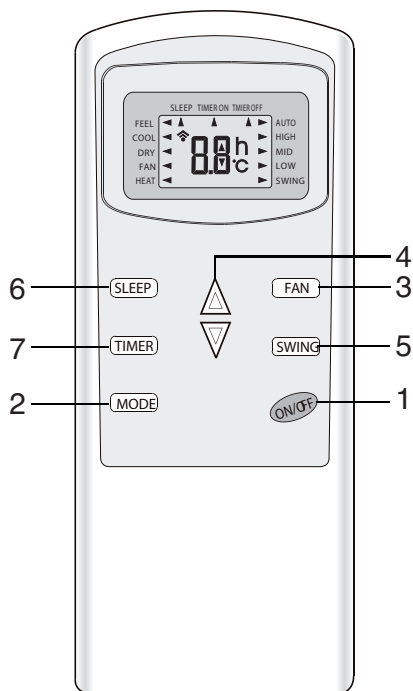

Рис. 5.2
5.2.1 Для управління кондиціонером застосовується бездротової інфрачервоний дистанційний пульт (рис. 5.2).